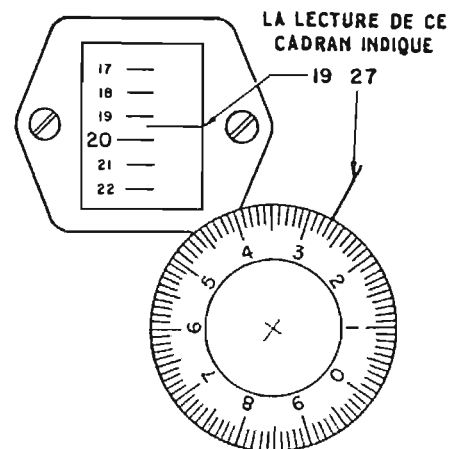

Fig. 3. — Lecture de la fréquence
- "Freq. control" : commande permettant de régler la fréquence d'émission. Les graduations du tambour-cadran et du bouton (cf fig. 3) permettent de connaître la fréquence d'émission en se reportant au tableau d'étalement.